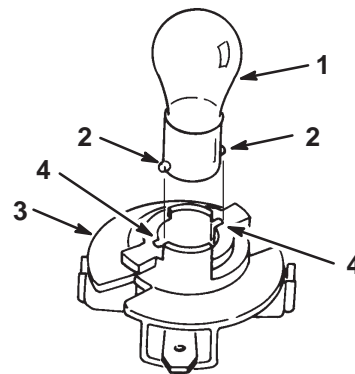

Figure 26
4. Poussez sur l'ampoule pour la tourner à fond vers la gauche (env. 1/4 tour) et retirez-la de l'embase (Fig. 26).
1. L'embase de l'ampoule est munie d'ergots métalliques de part et d'autre. Alignez ces ergots face aux fentes de l'embase et insérez le culot dans la douille de l'embase (Fig. 26). Poussez sur l'ampoule et tournez-la à fond vers la droite.